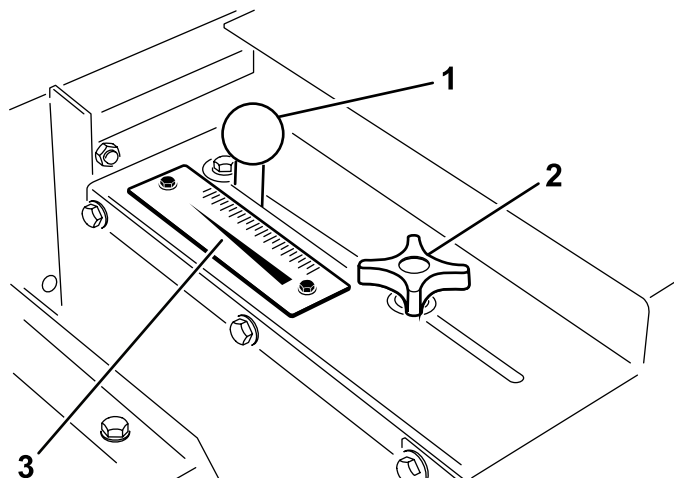

図 20
1. ゲートのスライド調整ができる程度までロッキングノブ 図 20 をゆるめる。
2. ゲートノブ 図 20 を希望位置にセットし、ロッキングノブを締め付けて調整を固定する。
レートスケール 図 20 を使って希望する散布量を設定します。目砂の散布率 (ページ 18) を参照。